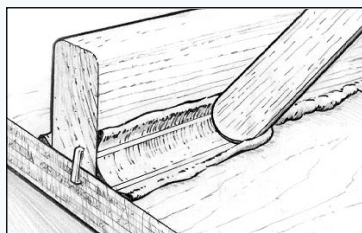

Figura 13 Modellare e levigare il cordolo.
2. Rendere uniforme la resina epossidica addensata che è fuoriuscita e modellarla sotto forma di cordolo facendo scorrere un utensile per cordonatura con punta arrotondata (un'asta di miscelazione è lo strumento ideale) lungo la giuntura, accumulando il materiale in eccesso davanti all'utensile e lasciando un cordolo levigato concavo delimitato, su entrambi i lati, da un margine netto. Se all'esterno del margine rimane del materiale di cordonatura in eccesso (Figura 13) lo si può utilizzare per riempire eventuali vuoti. Levigare il cordolo fino a quando non si sarà soddisfatti. Utilizzando un'asta di miscelazione si ottiene un cordolo con diametro di circa 10 mm. Per cordoli più ampi, si raccomanda di utilizzare una spatola in plastica, adatto a modellare o ricurvo con il diametro desiderato.